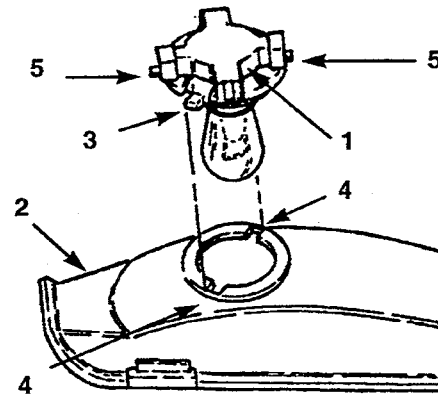

Figure 27
3. Tourner le porte-ampoule d $1/4$ de tour dans le sens horaire et le déposer du réflecteur (Fig. 27).
2. Le porte-ampoule est muni de deux languettes (Fig. 27). Aligner les deux languettes avec les encoches du réflecteur, installer le porte-ampoule dans le réflecteur et lui donner $1/4$ de tour dans le sens horaire jusqu'à ce qu'il s'arrête.